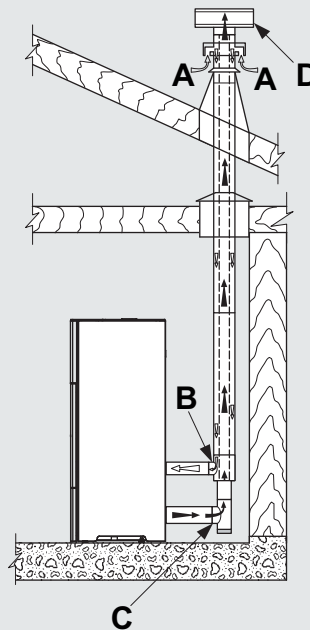

Fig. 5.5
- Canalizar el aire combustible aprovechando un tubo de descarga coaxial para la expulsión de los humos y la toma de aire; por lo tanto no es necesario hacer una clásica toma de aire en el local (Fig. 5.5 A,B=Entrada de aire C,D=Salida de humos);
En caso de instalación de una estufa de pellets de la serie "Ermetica" se puede utilizar un tubo específico que permita tanto la expulsión de los humos como la canalización del aire comburente hacia el exterior (Fig. 5.5 A, B=Entrada aire C, D=Salida humos).